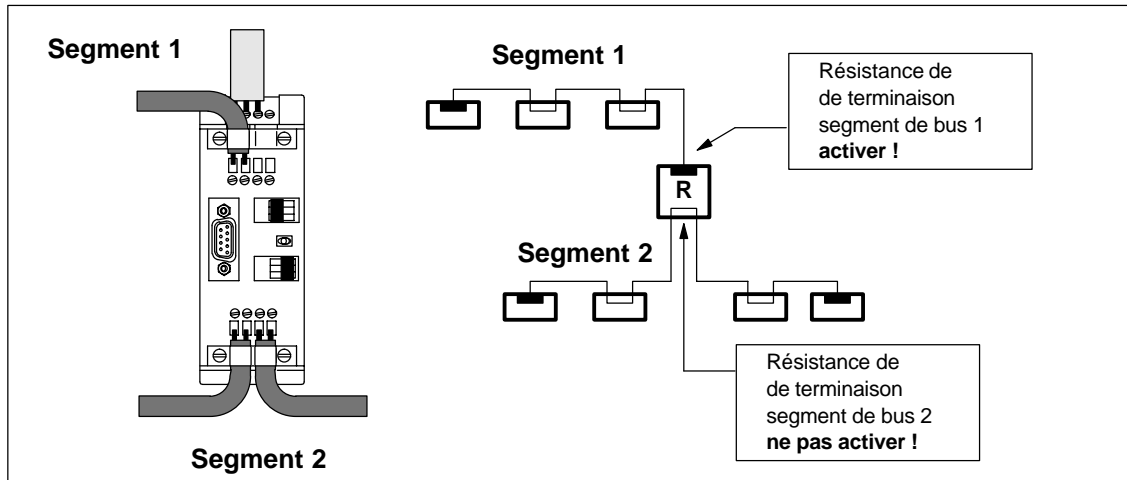

Figure 5-4 Connexion de deux segments de bus au répéteur RS 485
- segment 1 terminé par le répéteur RS 485 et segment 2 transitant par le répéteur RS 485 (voir figure 5-4)
La figure 5-4 présente le couplage de deux segments via un répéteur RS 485, l'un des segments étant bouclé :